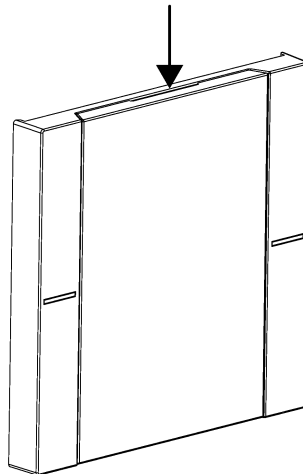

Figura 7: Sentire con un dito l'intaglio del coperchio dello spazio dicitura
- Sentire con un dito l'intaglio del coperchio dello spazio dicitura (Vedi figura 7).